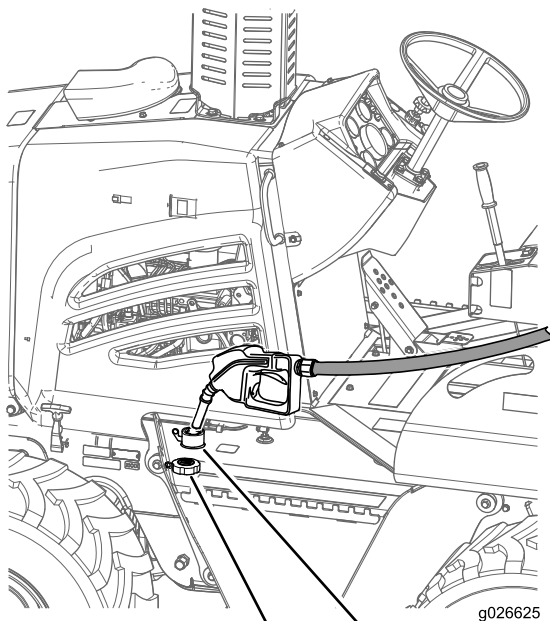

Figura 18
1. Pulite l'area intorno al tappo del serbatoio (Figura 18) e togliete il tappo.